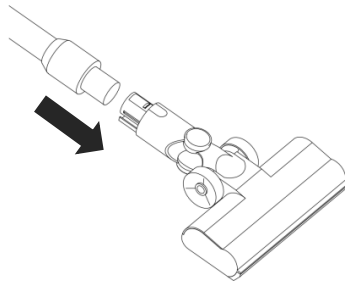

Figura 22
1. Apăsați butonul de eliberare a tubului lung pentru a separa tubul de legătură de perii (Figura 22).